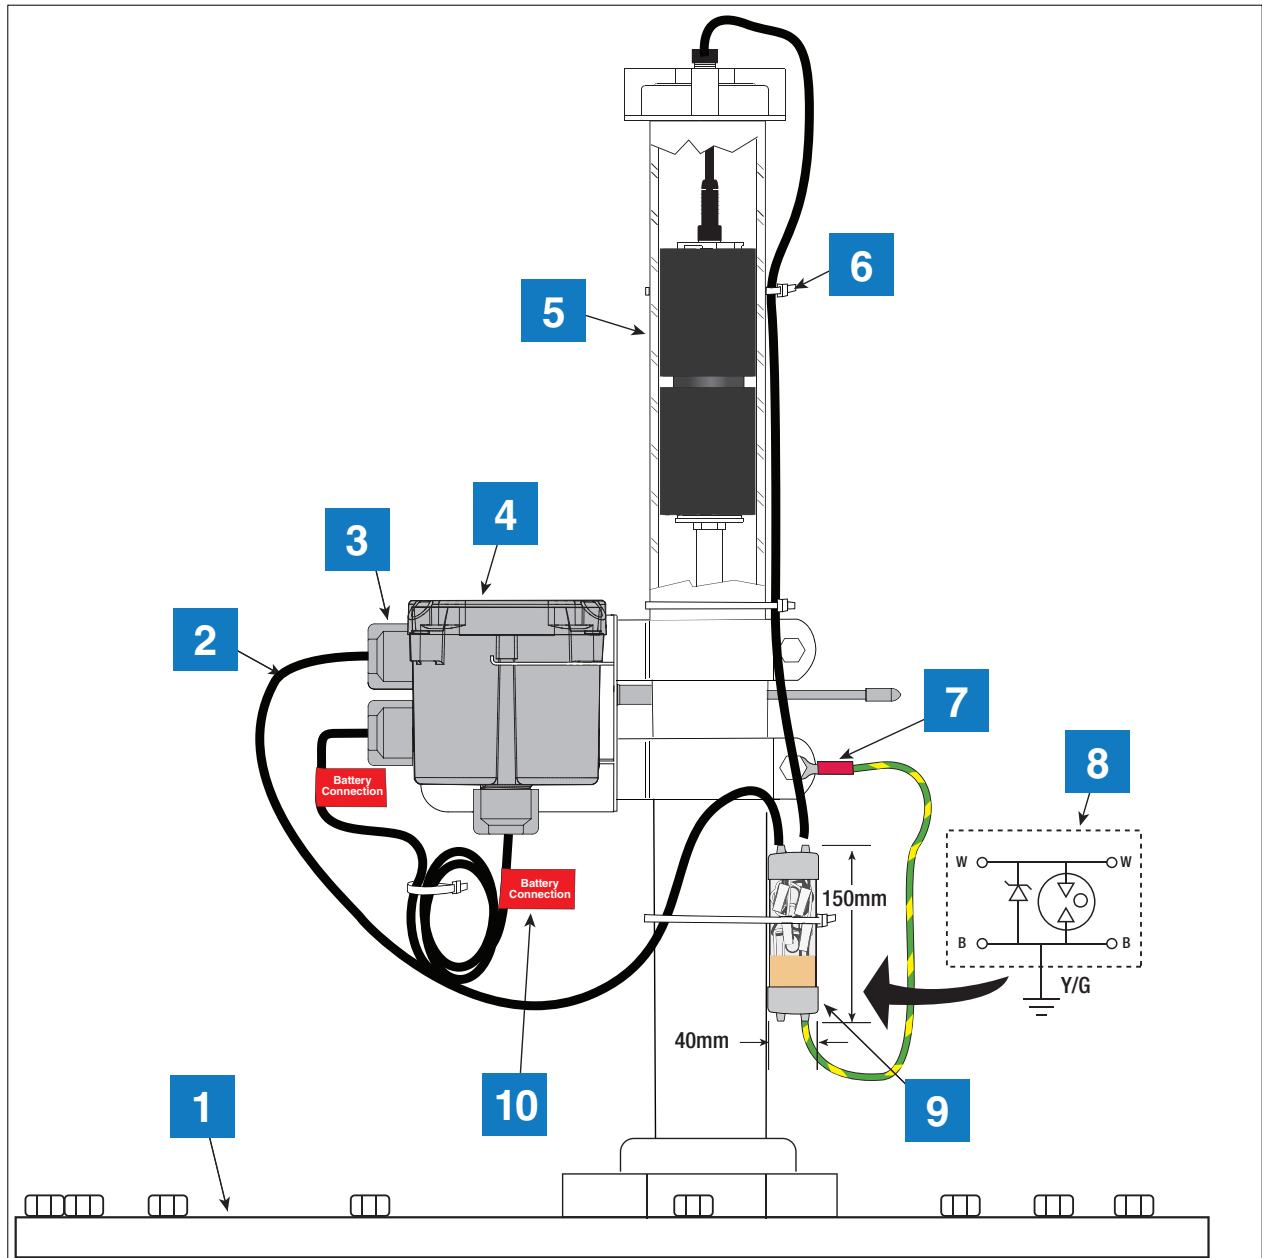

Figura 10. Ejemplo de instalación inalámbrica con un tubo ascendente y un estabilizador de un solo canal
**LEYENDA PARA LOS CUADROS NUMERADOS DE LA Figura 10**